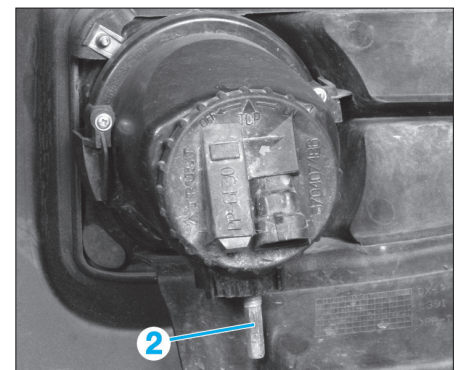

FIG. 67
- Procéder au réglage du projecteur antibrouillard à l'aide de la molette (2) (Fig.67).